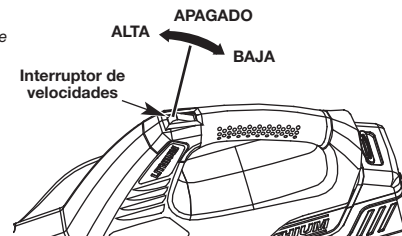

Fig. 3
2. Lleve el interruptor a la posición ALTA o BAJA (Fig. 3).
1. Lleve el interruptor a la posición APAGADO (Fig. 3).